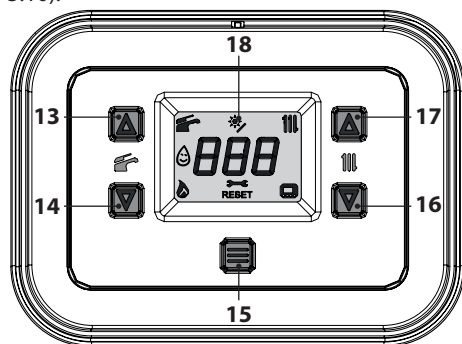
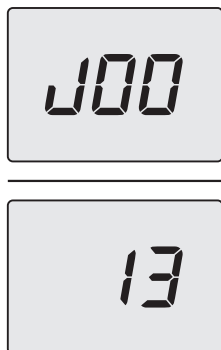

Figura 3.9
Figura 3.10
Per accedere alla modalità INFO tenere premuti contemporaneamente i tasti 16 e 17 (Figura 3.9) fino a far apparire sul display l'indice "J00" che si alterna al valore del parametro (Figura 3.10).
- tenere premuti contemporaneamente i tasti 14 e 16 per 5 sec. (Figura 3.9) (salita di un livello).
Per il ripristino del normale funzionamento della caldaia, basta premere il tasto 15 (Figura 3.9).